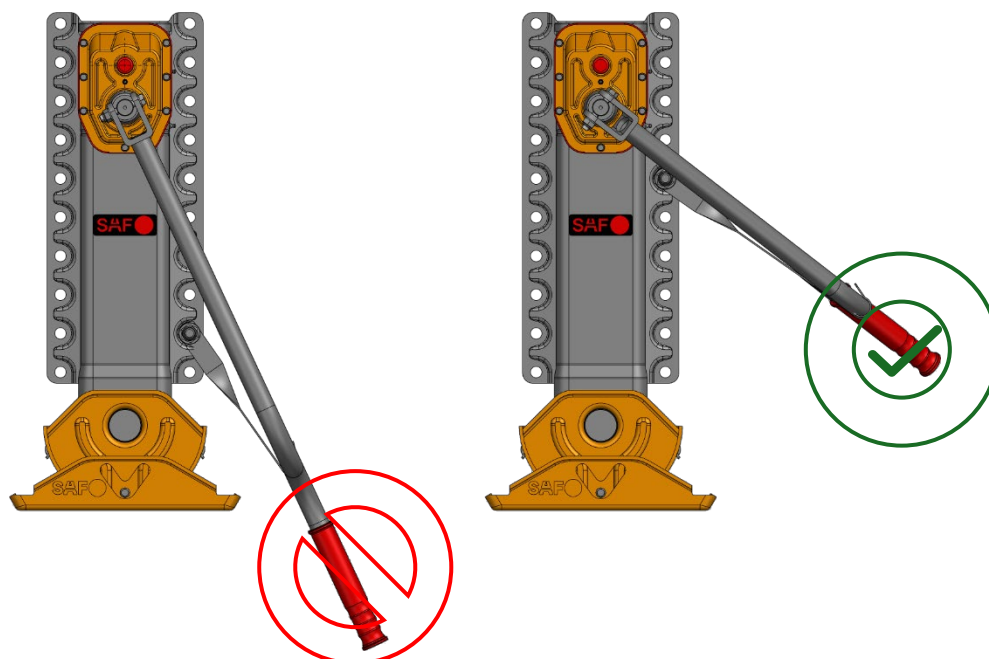

Bild 24
Bei kleinster Montagehöhe, niedrigem Hub 310 / 350mm und längster Kurbel, bitte geeigneten Kurbelhalter verwenden, damit die Kurbel nicht tiefer als die Stütze montiert wird. Siehe unten **Bild 24**
- Die geeignete Kurbel ist gemäß Tabelle 17, Seite 23 auszuwählen; dabei ist insbesondere die Kurbellänge zu berücksichtigen (siehe Bild 24).